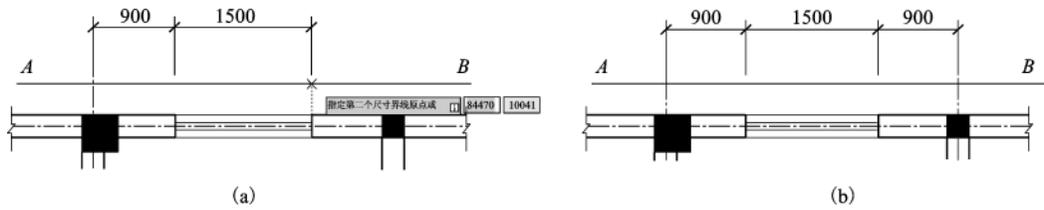

图 1-119 确定第二条尺寸界线及连续标注后的结果
指定第二条尺寸界线原点或 [放弃 (U)/选择 (S)] <选择>：//利用“对象追踪”功能确定第二条尺寸界线，如图 1-119(a) 图所示
利用相同的方法标注其他尺寸，结果如图 1-119(b)图所示。